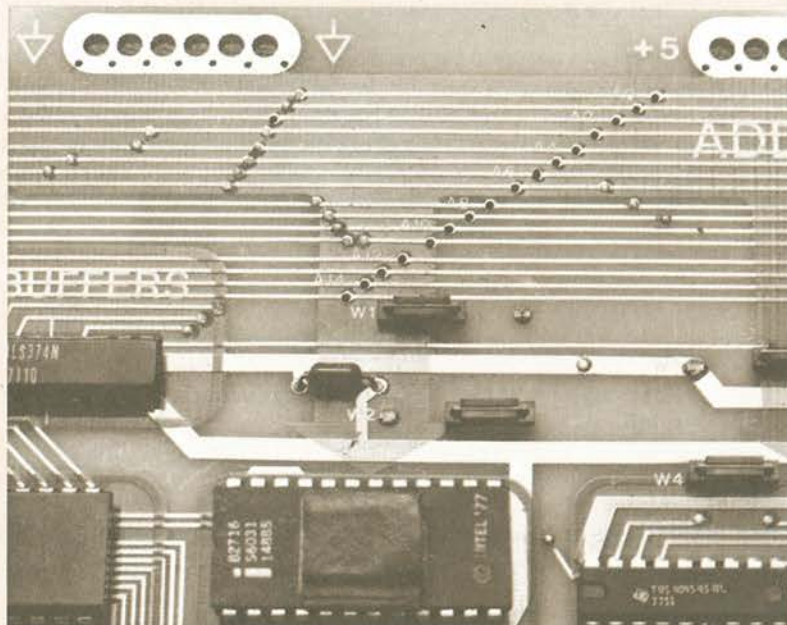

Figura 19-2. Posizione del ponticello W1 di guasto e fori di test per la sonda sul bus degli indirizzi
- B) Localizzate il ponticello W1 di guasto nella parte centrale in alto della scheda (riferitevi alla Figura 19-2). Osservate che è posto tra i due fori di sinistra di una serie di tre fori. Rimuovete il ponticello e reinseritelo poi nei fori di destra. Osservate che il display si spegne o visualizza sempre una sola cifra. Dimenticatevi per il resto di questo esperimento di avere mai toccato il ponticello W1.
- D) Portate il puntale sul foro A0 di prova per la sonda (Figura 19-2). Il puntale lampeggiante vi dice che esiste un'attività logica sulla linea A0. La sonda converte la veloce attività (il flusso di dati) rivelata dal puntale in una frequenza sufficientemente lenta perché la possiate osservare.